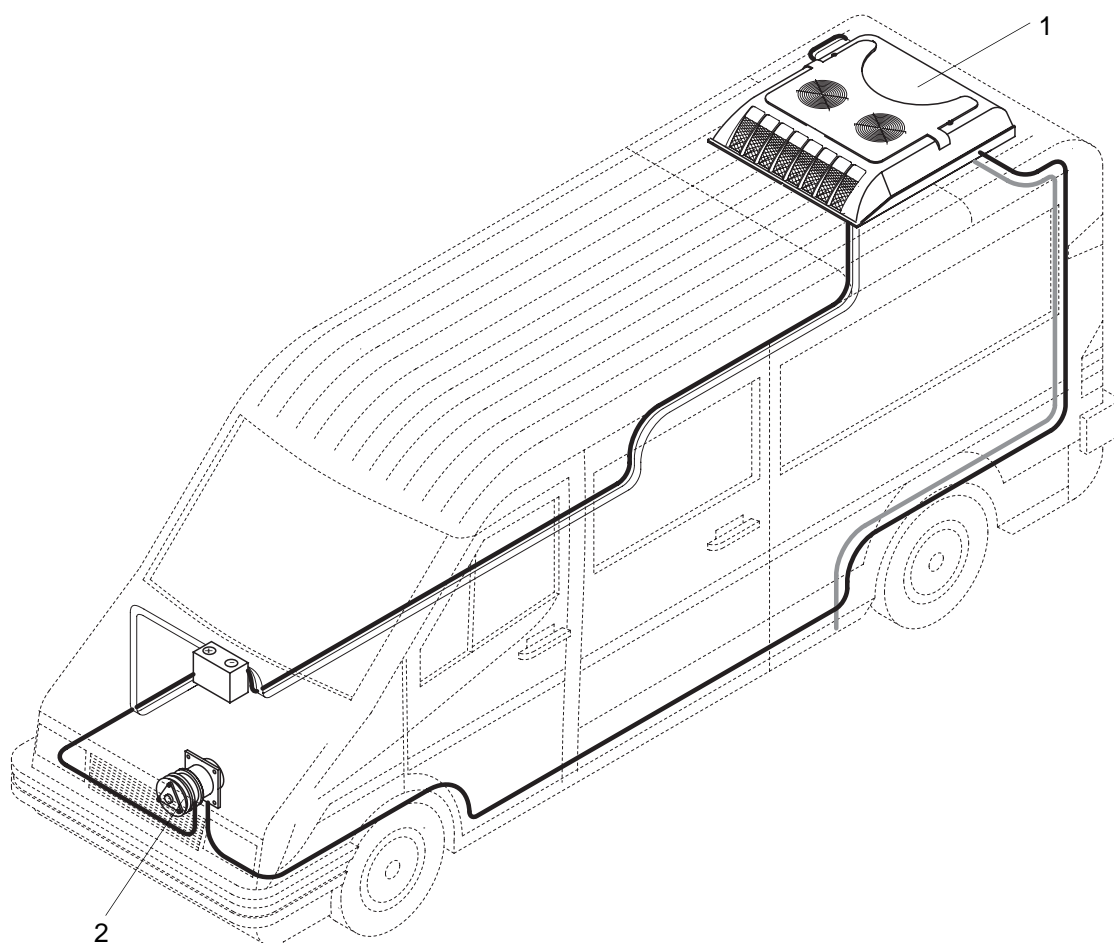

Рис. 201 Навесной кондиционер СС8
Кондиционер состоит из наружного блока (1, рис. 201), компрессора (2), воздухораспределительной панели (рис. 203) или по заказу также из воздухораспределительного канала (рис. 204).